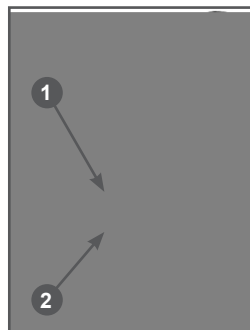

Рис. 25 Крышка-щуп маслосазливной горловины
11. Подождите 1 минуту, совместите выступы на крышке-щупе и пазы на маслосазливной горловине, установите крышку-щуп в отверстие маслосазливной горловины. Затем аккуратно вытащите щуп и осмотрите его. Уровень масла должен соответствовать верхней отметке 1 на щупе (Рис. 25).